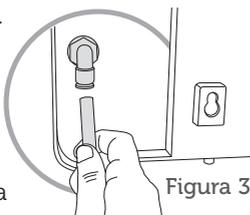

Figura 3
- 5- Encaixe a mangueira na entrada de água atrás do produto, (Figura 3). Certifique-se de que a mangueira esteja completamente encaixada. Verifique a marca indicativa na ponta da mangueira. **Não corte a mangueira nesse ponto.**